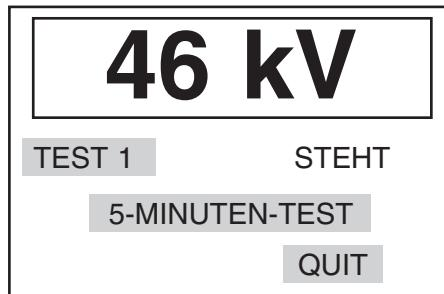
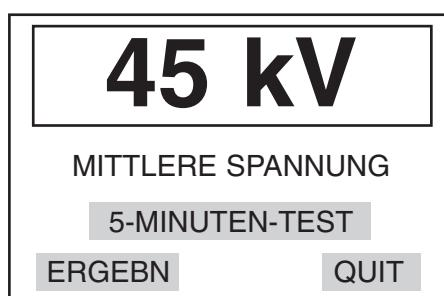
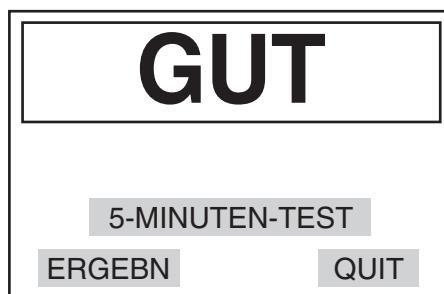

Abbildung 8 Bildschirm: Zwischenstehzeit
Abbildung 9 Bildschirm: Mittlere Durchschlagsspannung
Abbildung 10 Bildschirm: 'PASS'-Bildschirm
4. Nach Beendigung des Rührvorgangs tritt das Prüfgerät in die Zwischenstehzeitphase ein, bei der die Ölprobe 30 Sekunden lang in Ruhe stehen gelassen wird. Auf dem Display erscheint wiederum die noch verbleibende Stehzeit im Wechsel mit den Worten 'STEHT'; die Durchschlagsspannung erscheint auch weiterhin auf dem Display. Der Bildschirm ist der Darstellung in Abbildung 8 ähnlich.
5. Nach Beendigung von Schritt (4) beginnt die Prüfspannung wieder wie im oben beschriebenen Schritt (2) anzusteigen, diesesmal für 'TEST 2', und der Prüfzyklus wiederholt sich.
6. Die Schritte (3), (4) und (5) werden wiederholt, so daß die Prüfspannung ein drittes Mal wieder angelegt wird. Nach Abschalten der Prüfspannung beim dritten Test erscheint auf dem Display die aus den drei Tests in der Prüfreihe ermittelte durchschnittliche Durchschlagsspannung. Der Bildschirm ist der Darstellung in Abbildung 9 bzw. Abbildung 10, wenn die Option 'PASS/FAIL' ('OK/NICHT OK') gewählt wurde, ähnlich.
4. Nach Beendigung des Rührvorgangs tritt das Prüfgerät in die Zwischenstehzeitphase ein, bei der die Ölprobe 1 Minute lang in Ruhe stehen gelassen wird. Auf dem Display erscheint wiederum die noch verbleibende Stehzeit im Wechsel mit den Worten 'STEHT'; die Durchschlagsspannung erscheint auch weiterhin auf dem Display. Der Bildschirm ist der Darstellung in Abbildung 8 ähnlich.
5. Dann beginnt die Prüfspannung wieder wie im oben beschriebenen Schritt (2) anzusteigen, diesesmal für 'TEST 2', und der Prüfzyklus wiederholt sich.
6. Bei diesen technischen Spezifikationen müssen 6 aufeinanderfolgende Tests durchlaufen werden. Nach Abschalten der Prüfspannung beim letzten Test erscheint auf dem Display die aus den 6 Tests in der Prüfreihe ermittelte durchschnittliche Durchschlagsspannung. Der Bildschirm ist der Darstellung in Abbildung 9 bzw. Abbildung 10, wenn die Option 'PASS/FAIL' ('OK/NICHT OK') gewählte wurde, ähnlich. Die Prüfung nach BS 148 umfaßt auch den empfohlenen 'PASS'-Grenzwert und zeigt an, ob die Ölprobe den Test mit OK oder NICHT OK bestanden hat. Gleichzeitig wird auch die mittlere Durchschlagsspannung angezeigt.
3. Bei Auftreten eines Durchschlags (oder Erreichen der Höchstspannung) wird die Prüfspannung abgeschaltet; die 'kV' Warnanzeige erlischt, und das Prüfgerät tritt in die Zwischenstehzeitphase ein, bei der die Ölprobe 1 Minute lang in Ruhe Stehen gelassen wird. Eine Rührzeit gibt es nicht. Der Bildschirm ist der Darstellung in Abbildung 8 ähnlich.
4. Nach Beendigung der Zwischenstehzeit beginnt die Prüfspannung wieder wie im oben beschriebenen Schritt (2) anzusteigen, diesesmal für 'TEST 2', und der Prüfzyklus wiederholt sich.
5. Bei dieser technischen Spezifikation müssen 5 aufeinanderfolgende Tests durchlaufen werden. Nach Abschalen der Prüfspannung beim letzten Test erscheint auf dem Display die aus den 5 Tests in der Prüfreihe ermittelte durchschnittliche Durchschlagsspannung. Der Bildschirm ist der Darstellung in Abbildung 9 bzw. Abbildung 10, wenn die Option 'PASS/FAIL' ('OK/NICHT OK') gewählt wurde, ähnlich.
3. Bei Auftreten eines Durchschlags (oder Erreichen der Höchstspannung) wird die Prüfspannung abgeschaltet; die 'kV' Warnanzeige erlischt, und das Prüfgerät tritt in die Zwischenstehzeitphase ein, bei der die Ölprobe 1 Minute lang in Ruhe stehen gelassen wird. Der Bildschirm ist der Darstellung in Abbildung 8 ähnlich.
4. Dann beginnt die Prüfspannung wieder wie im oben beschriebenen Schritt (2) anzusteigen, diesesmal für 'TEST 2', und der Prüfzyklus wiederholt sich.
5. Bei dieser technischen Spezifikation müssen 5 aufeinanderfolgende Tests durchlaufen werden. Nach Abschalten der Prüfspannung beim letzten Test erscheint auf dem Display die aus den 5 Tests in der Prüfreihe ermittelte durchschnittliche Durchschlagsspannung. Der Bildschirm ist der Darstellung in Abbildung 9 bzw. Abbildung 10, wenn die Option 'PASS/FAIL' ('OK/NICHT OK') gewählt wurde, ähnlich.